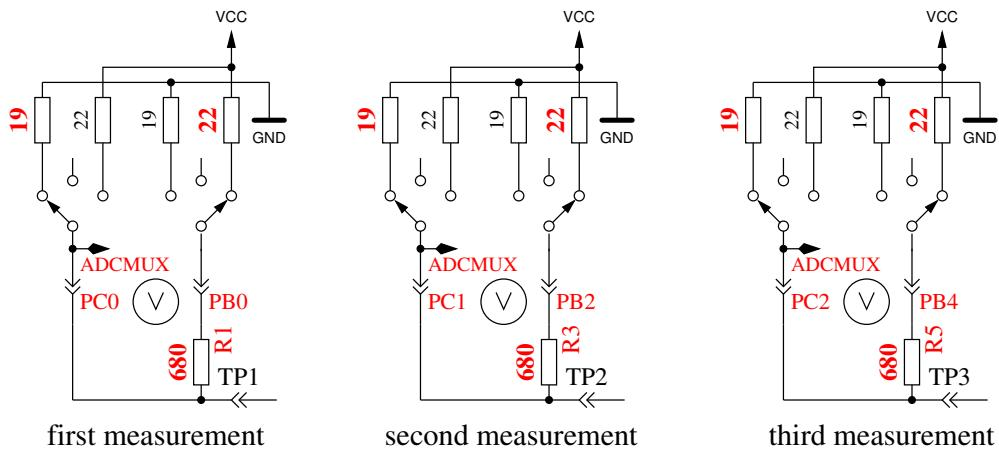

Рис. 5.64. Измерение внутреннего сопротивления порта С подключением выходных контактов к GND
8. **Измерение внутреннего сопротивления порта подключением выходных контактов к GND.** Этот и следующие тесты будут проведены, если выбрана опция AUTO_CAL. Внутреннее сопротивление порта C с выходами, подключенными к GND, измеряется по току через подключенные к VCC ($+5 \text{ V}$) резисторы 680Ω , смотри рисунок 5.64. Могут быть измерены только три вывода порта АЦП. Внутреннее сопротивление портов B (PB0, PB2 и PB4) не может быть измерено без изменения аппаратных средств. Будем считать,